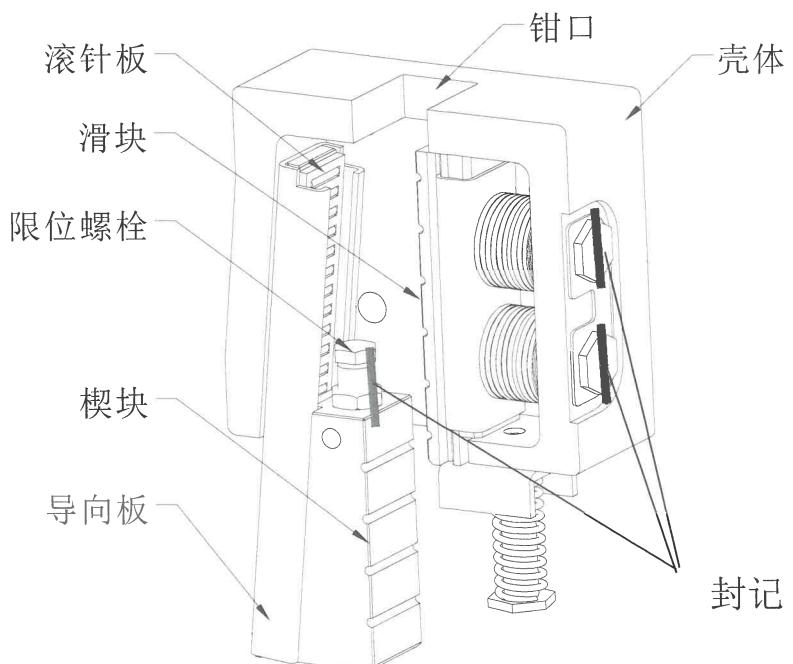

图 1
1.1. 结构示意(图 1)
2.1.2. 安全钳封记处完好(图 1)。
3.3.3. 运动部件(楔块、滚针板、滑块)加润滑油，油品同 1.2.3(图 1)。